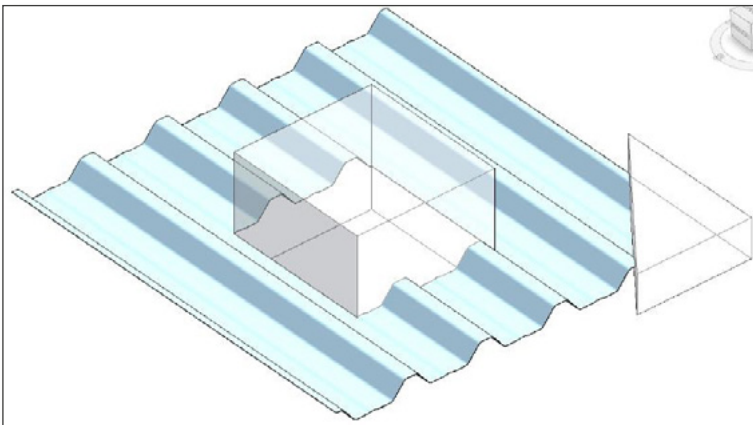

Figura 64 – Resultado do comando “Cortar geometria” sobre uma família de telha.
14. Clique na família e depois no sólido da massa local para cortar/furar a família. Depois, tecele Esc duas vezes para finalizar o comando “Cortar geometria”. A Figura 64 mostra a aparência da família após a aplicação do comando.